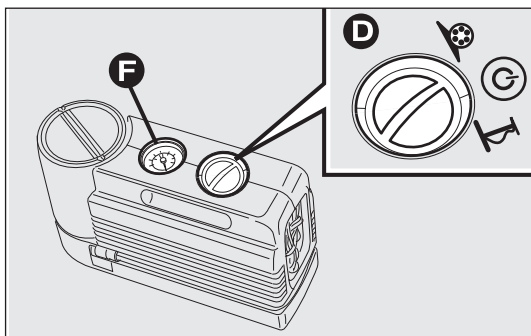
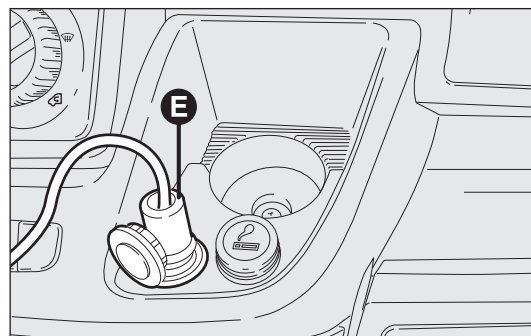

fig. 173
fig. 174
- Sätt in stickkontakt E-fig. 174 i närmaste strömuttag på 12 V och starta motorn. Vrid väljaren D-fig. 173 moturs till reparationsläget. Sätt på anordningen genom att trycka på on/off-brytaren. Pumpa däck till trycket som anges i avsnitt "Däcktryck" i kapitlet "Tekniska data.
- ❑ Kontrollera korrekt tryck på tryckmätaren F-fig. 173 med avstängd kompressor och utan att flytta väljaren från reparationsläget.